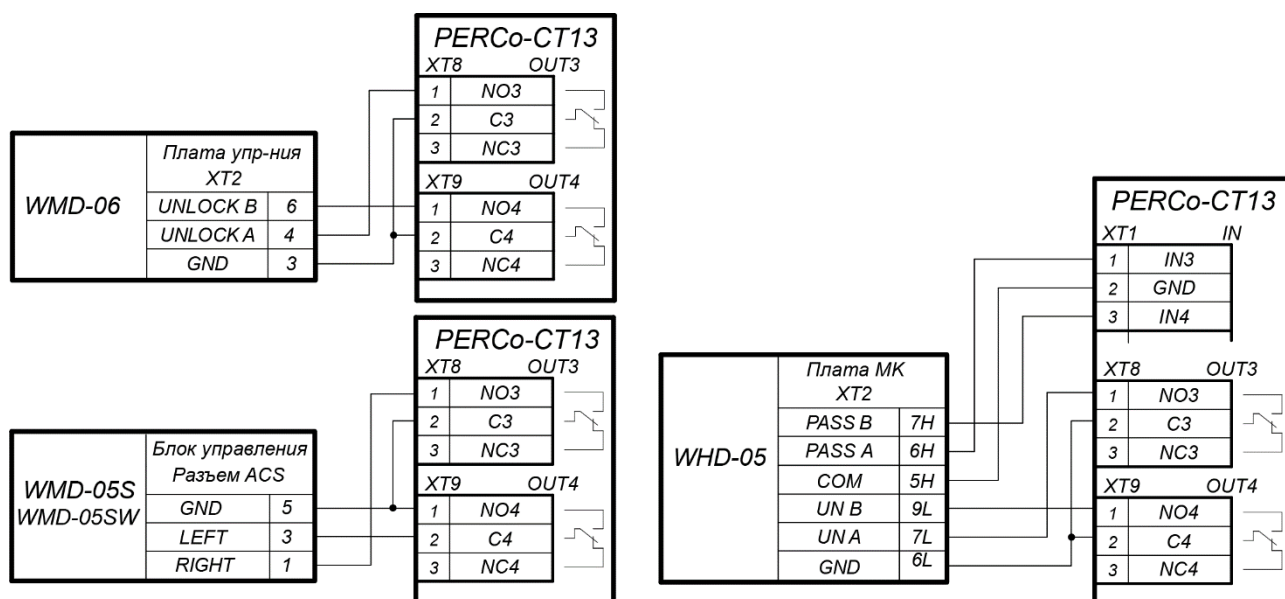

Рисунок 18. Схемы подключений калиток
2. Дополнительный турникет или калитка (ИУ №2) подключается к клеммным колодкам **ХТ1, ХТ8, ХТ9** нижней платы контроллера в соответствии со схемой для данного типа изделия (см. рис. 18, 17).